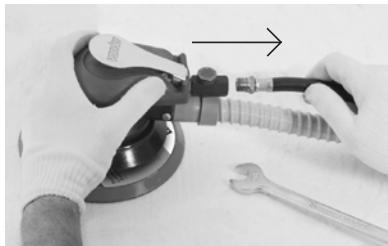

Fig. 2 – Retirar a mangueira de ar
- Antes de realizar a instalação/extracão da folha de lixa, desconecte a mangueira de ar da ferramenta (Fig. 2);